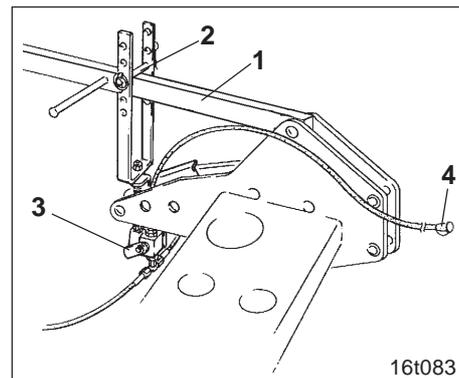

Fig. 13.8
Lorsque le semoir pneumatique est soulevé par le "Portacourt", le tirant supérieur (fig. 13.8/1) appuie sur l'axe (fig. 13.8/2) et ferme le clapet du limiteur (fig. 13.8/3), ce qui a pour effet d'interrompre l'arrivée de l'huile aux vérins.
2. Pour le transport sur route, retirez l'axe (fig. 13.8/2), afin que le semoir puisse être relevé par le "Portacourt" en position maximum.